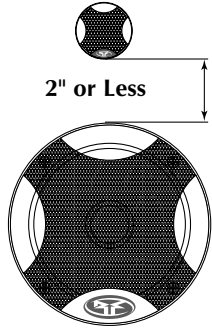

Figure 1
- Placez le tweeter à moins de 5 cm (2 po) du haut-parleur de médium afin d'assurer une intégration idéale entre les deux (Figure 1).
- Placez si possible le tweeter directement au-dessus ou au-dessous du haut-parleur de médium, car cela maximise l'image acoustique (source ponctuelle) projetée par les haut-parleurs (Figure 1).